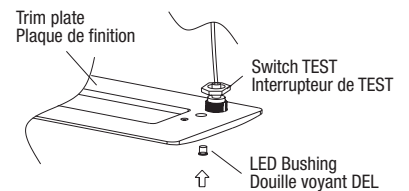

Fig. 8d
4. Install the test switch and LED bushing on the trim plate (Fig. 8d).
4. Installer l'interrupteur de test et la douille DEL sur la plaque de finition (Fig. 8d).